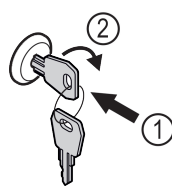

Fig. 156 Ilustratīvs attēlojums
- Iespiediet atslēgu Fig. 156 (1).
- Grieziet atslēgu par 90° pulksteņrādītāja virzienā Fig. 156 (2).